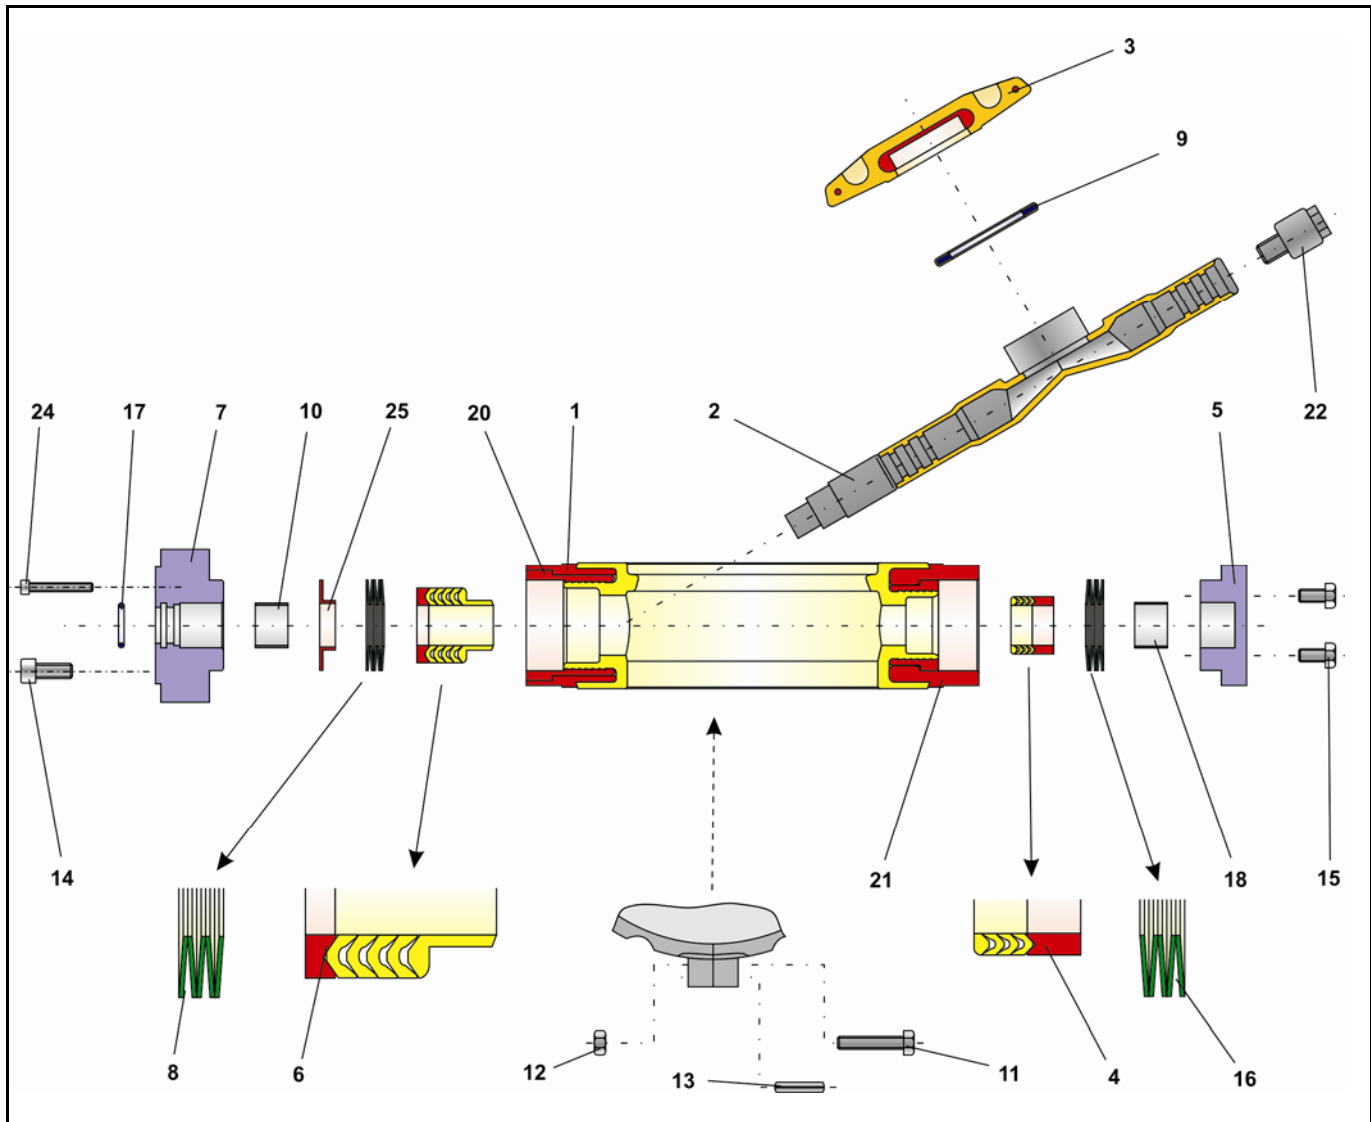

Рис. 5 – Детальная схема заслонки с регулируемой заглушкой BR 10a
Важно: При сборке обязательно следует учитывать расположение и порядок установки деталей согласно детальной схеме (рис.5).
Сдвинуть уплотнительную манжету PTFE (6) через вал в канал корпуса и углубить монтажной гильзой. Порядок расположения деталей уплотнительной манжеты приводится на детальной схеме заслонки (рис. 5).
Набор тарельчатых пружин (8) сдвинуть до упора вала и установить на своем месте на манжете. Порядок расположения деталей набора тарельчатых пружин также приводится на детальной схеме заслонки (рис. 5).
Сдвинуть уплотнительную манжету PTFE (4) через вал в канал корпуса и углубить монтажной гильзой. Порядок расположения деталей уплотнительной манжеты приводится на детальной схеме заслонки (рис. 5).
Набор тарельчатых пружин (16) сдвинуть до упора вала и установить на своем месте на манжете. Порядок расположения деталей набора тарельчатых пружин также приводится на детальной схеме заслонки (рис. 5).